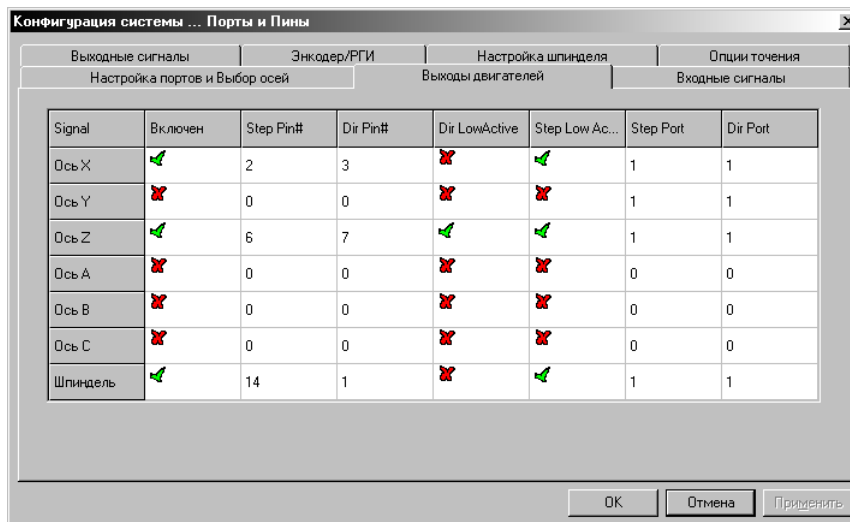

**Рис. 26.** Окно **Выбор единиц**.
**2.** Зайти в меню **Конфигурации – Выбор единиц**. Установить единицы измерения по умолчанию: миллиметры или дюймы (**Рис. 26**).